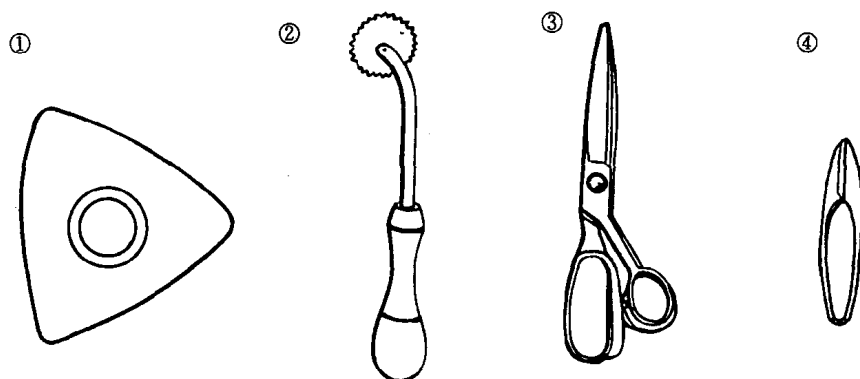

图 1-2
在衣料上划裁剪线或在缝制衣服的过程中划线、做记号使用的粉片,有白、黄、绿、蓝、紫、褐等多种颜色(见图 1-2①)。
把裁剪图中的某一部分描绘在另外一张纸上时所使用的工具,由齿轮、连接杆和手柄三部分组成。把空白纸铺在裁剪图下,捏住手柄,转动齿轮,铺在下层的纸上就会出现由若干个点形成的线迹,因此叫做点线器。在布上做记号时也可以使用(见图 1-2②)。
专门用于裁剪布料的剪刀(见图 1-2③)。常用的有 9 号、10 号、11 号、12 号,长度在 24 至 30 厘米之间。号越小剪刀越小,反之越大,可根据手的大小和衣料的厚薄来选择适当的剪刀。其中 11 号最为常用,既可用它裁薄料,如美丽绸、丝绸等,也可裁厚料,如灯芯绒、大衣呢等。
剪线头及细小部位时使用的剪刀(见图 1-2④)。